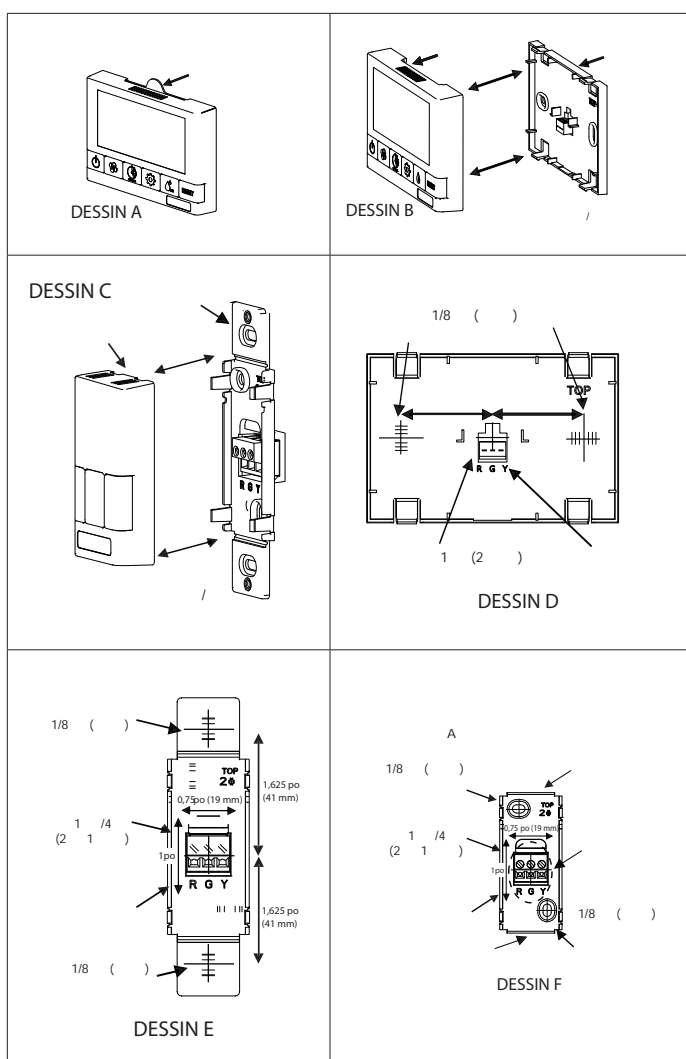

Figure 35. Installation du contrôleur numérique
1. Avec le contrôleur numérique à 5 vitesses / 5 modes, retirer la fiche contenant les instructions d'utilisation du dessus du contrôleur (Figure 35, Dessin A).
2. Séparer le couvercle de la plaque arrière en les écartant fermement (Figure 35, Dessin B ou C). Faire attention pour ne pas endommager les broches de contact sur le couvercle.
3. Avec le contrôleur numérique à 5 vitesses / 5 modes, placer la plaque arrière du contrôleur à l'endroit souhaité sur le mur et marquer avec un crayon l'emplacement des trous droit et gauche pour les vis de fixation (Figure 35, Dessin D).
4. Avec le contrôleur mural Déshumidistat/Ventilation, placer la plaque arrière à l'endroit souhaité sur le mur et marquer avec un crayon l'emplacement des trous supérieur et inférieur pour les vis de fixation (Figure 35, Dessin E ou F). Pour monter le contrôleur sans plaque décorative, casser les languettes supérieure et inférieure et voir la Figure 35, Dessin F, pour le montage.
5. Retirer la plaque arrière du mur et marquer le trou central pour les fils à mi-distance des trous des vis fixation. Voir la Figure 35, Dessin D, E ou F, pour les dimensions.
6. Percer deux trous de 1/8 po (3 mm) pour les vis et les dispositifs d'ancrage (Figure 35, Dessin D, E ou F). Avec le contrôleur numérique à 5 vitesses / 5 modes, percer un trou d'un pouce (25 mm) au centre (Figure 35, Dessin D). Avec le contrôleur mural Déshumidistat/Ventilation, découper un trou ovale de 3/4 po (19 mm) par 1 po (25 mm) dans le mur (Figure 35, Dessin E ou F).
8. Connecter les fils rouge, vert et jaune aux bornes situées sur la plaque arrière (Figure 35, Dessin D, E ou F).
10. Remonter le couvercle sur la plaque arrière (Figure 35, Dessin B ou C)
11. Avec le contrôleur numérique à 5 vitesses / 5 modes, remettre la fiche contenant les instructions dans le contrôleur (Figure 35, Dessin A).